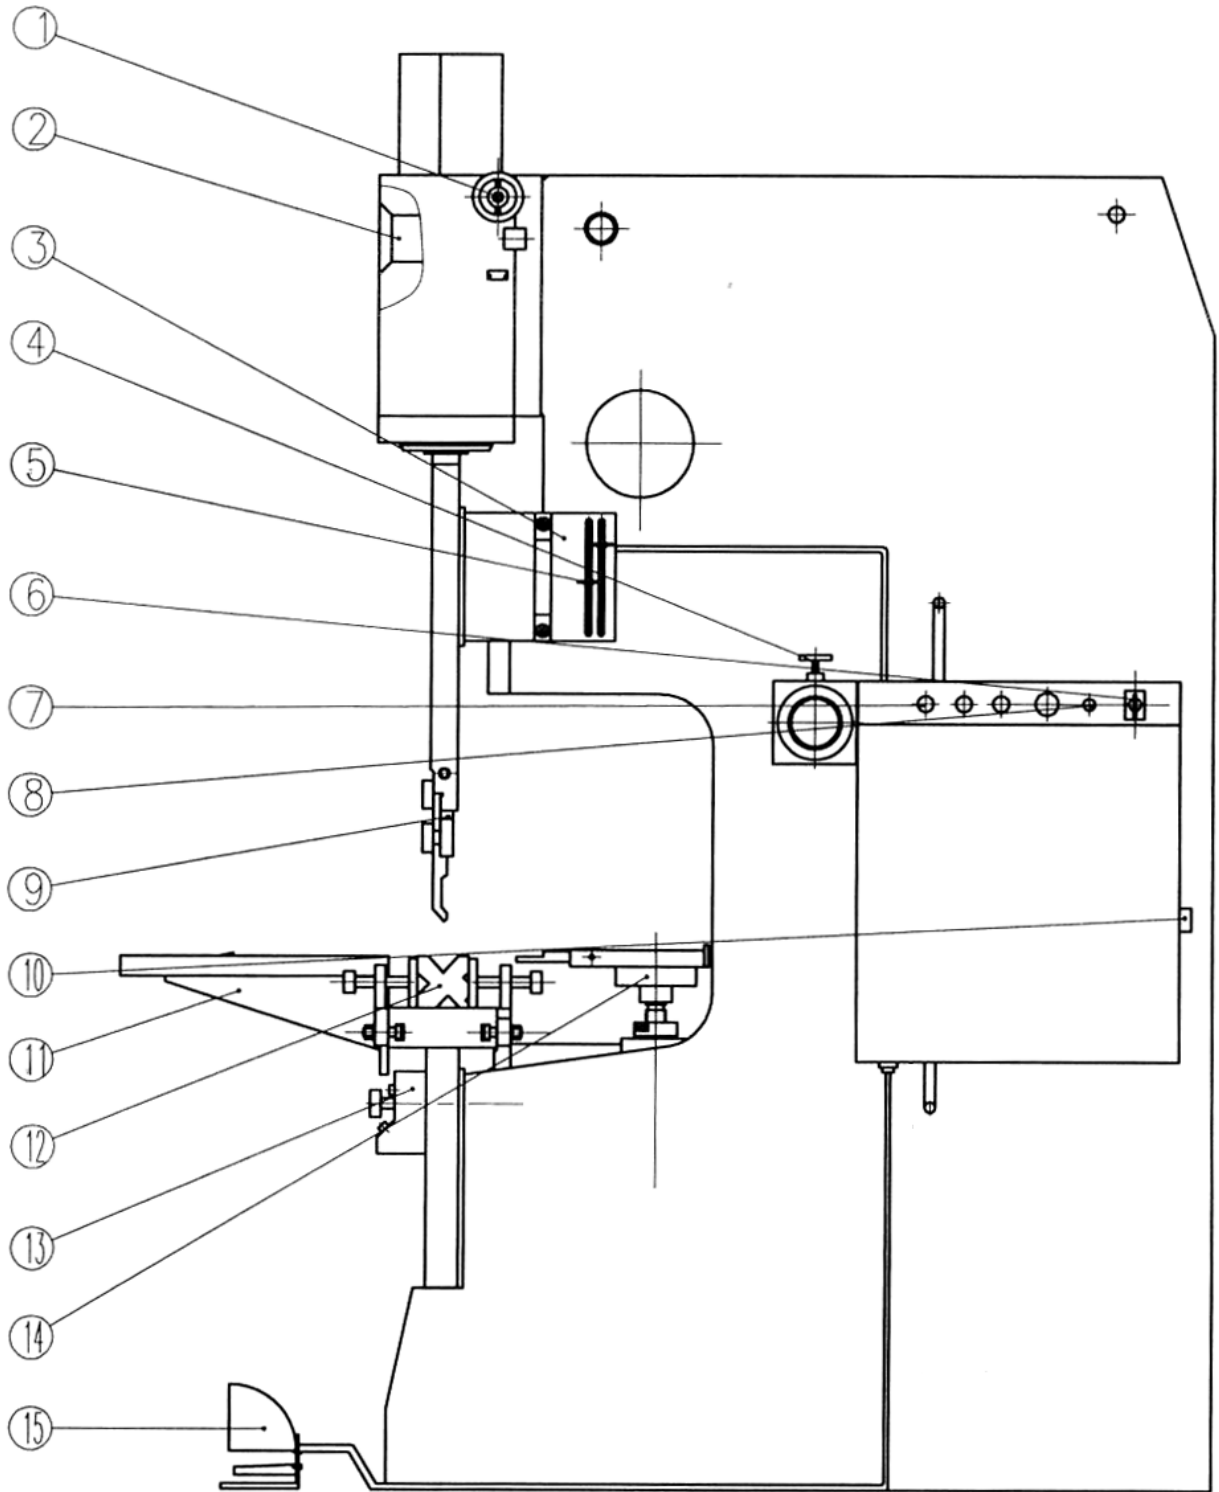

Рис.7.1.
7.1. Оператору рекомендуется ознакомиться с Рис. 7.1. до пробного запуска и основной работы с целью ознакомления с основной конструкцией, работой и управлением установкой.